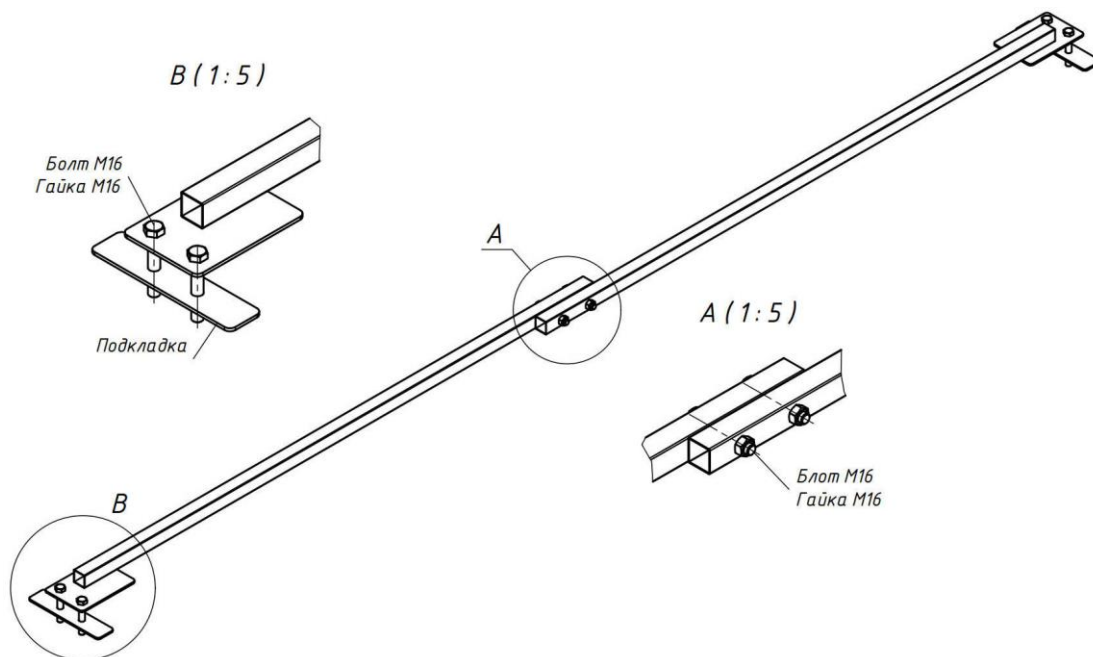

Рис.3 Кондуктор
1.1.4. Собрать кондуктор (рис.3)